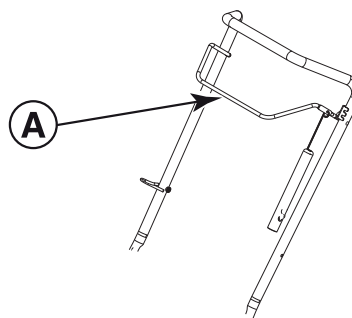

Рис. 10
1. Потяните рычаг шнека (A, Рис. 10) к рукоятке.